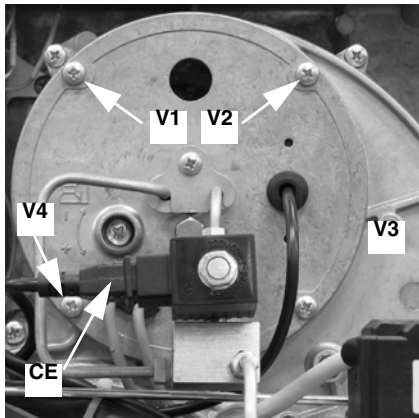

Fig. 41
- Rimuovere le 4 viti **V1** - **V4** indicate in Fig. 41.
- Rimuovere il connettore **CE** dell'elettrovalvola **EV2** (Fig. 41).